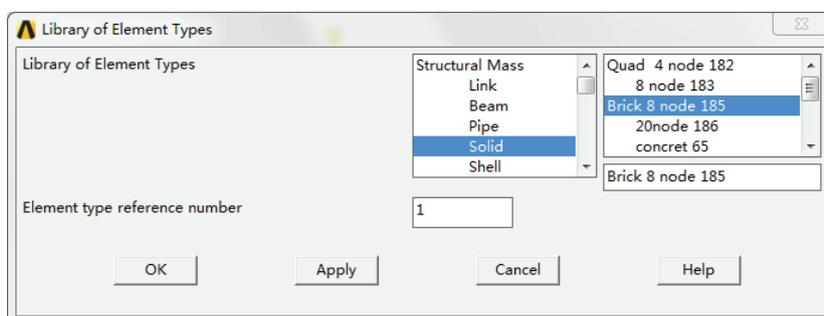
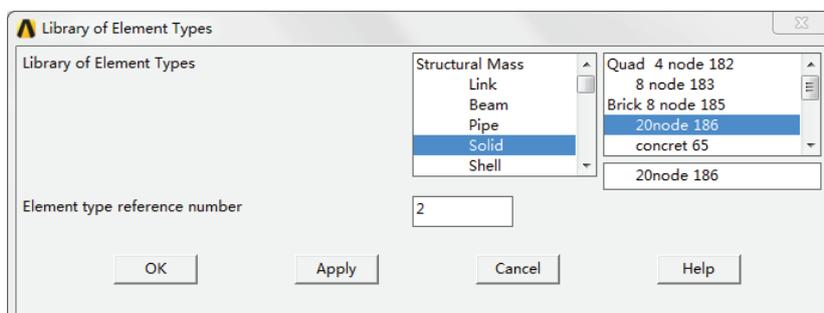

图 5-17 定义单元类型 1 的单元类型库对话框
图 5-18 定义单元类型 2 的单元类型库对话框
(3) 选择【Main Menu】/【Preprocessor】/【Element Type】/【Add/Edit/Delete】命令，弹出单元类型对话框，单击 **Add...** 按钮，定义单元类型 1 和单元类型 2，如图 5-17、图 5-18 所示，单击 **OK** 按钮，单击单元类型对话框【Element Types】中的 **Close** 按钮，退出单元类型定义。